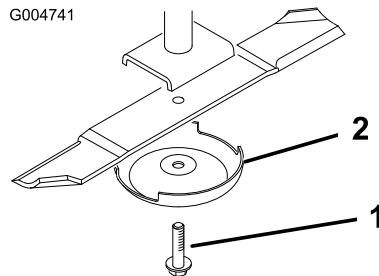

Figure 84
2. Tenez la lame à son extrémité avec un chiffon ou un gant épais. Enlevez le boulon, la coupelle de protection et la lame de l'axe de pivot (Figure 84).